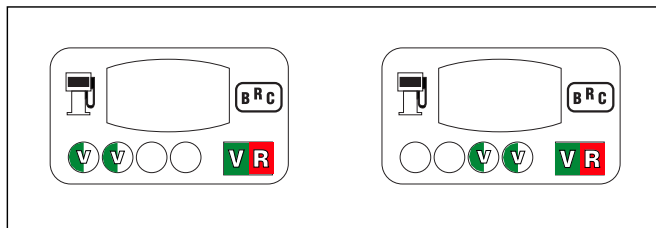

Fig. 30
- **Après environ 3 secondes, le système commute automatiquement au gaz et le LED BICOLORE s'allume alternativement de couleur rouge et verte** pour indiquer le début de la phase d'acquisition de la position de réinitialisation de l'actionneur STEP (fig. 30).